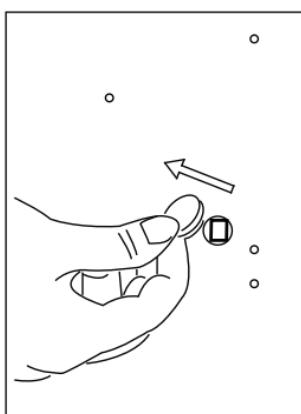

图 1
- 按图 1 所示，将监视器产品后壳上电池扣板电源插座上的橡胶塞拿下；